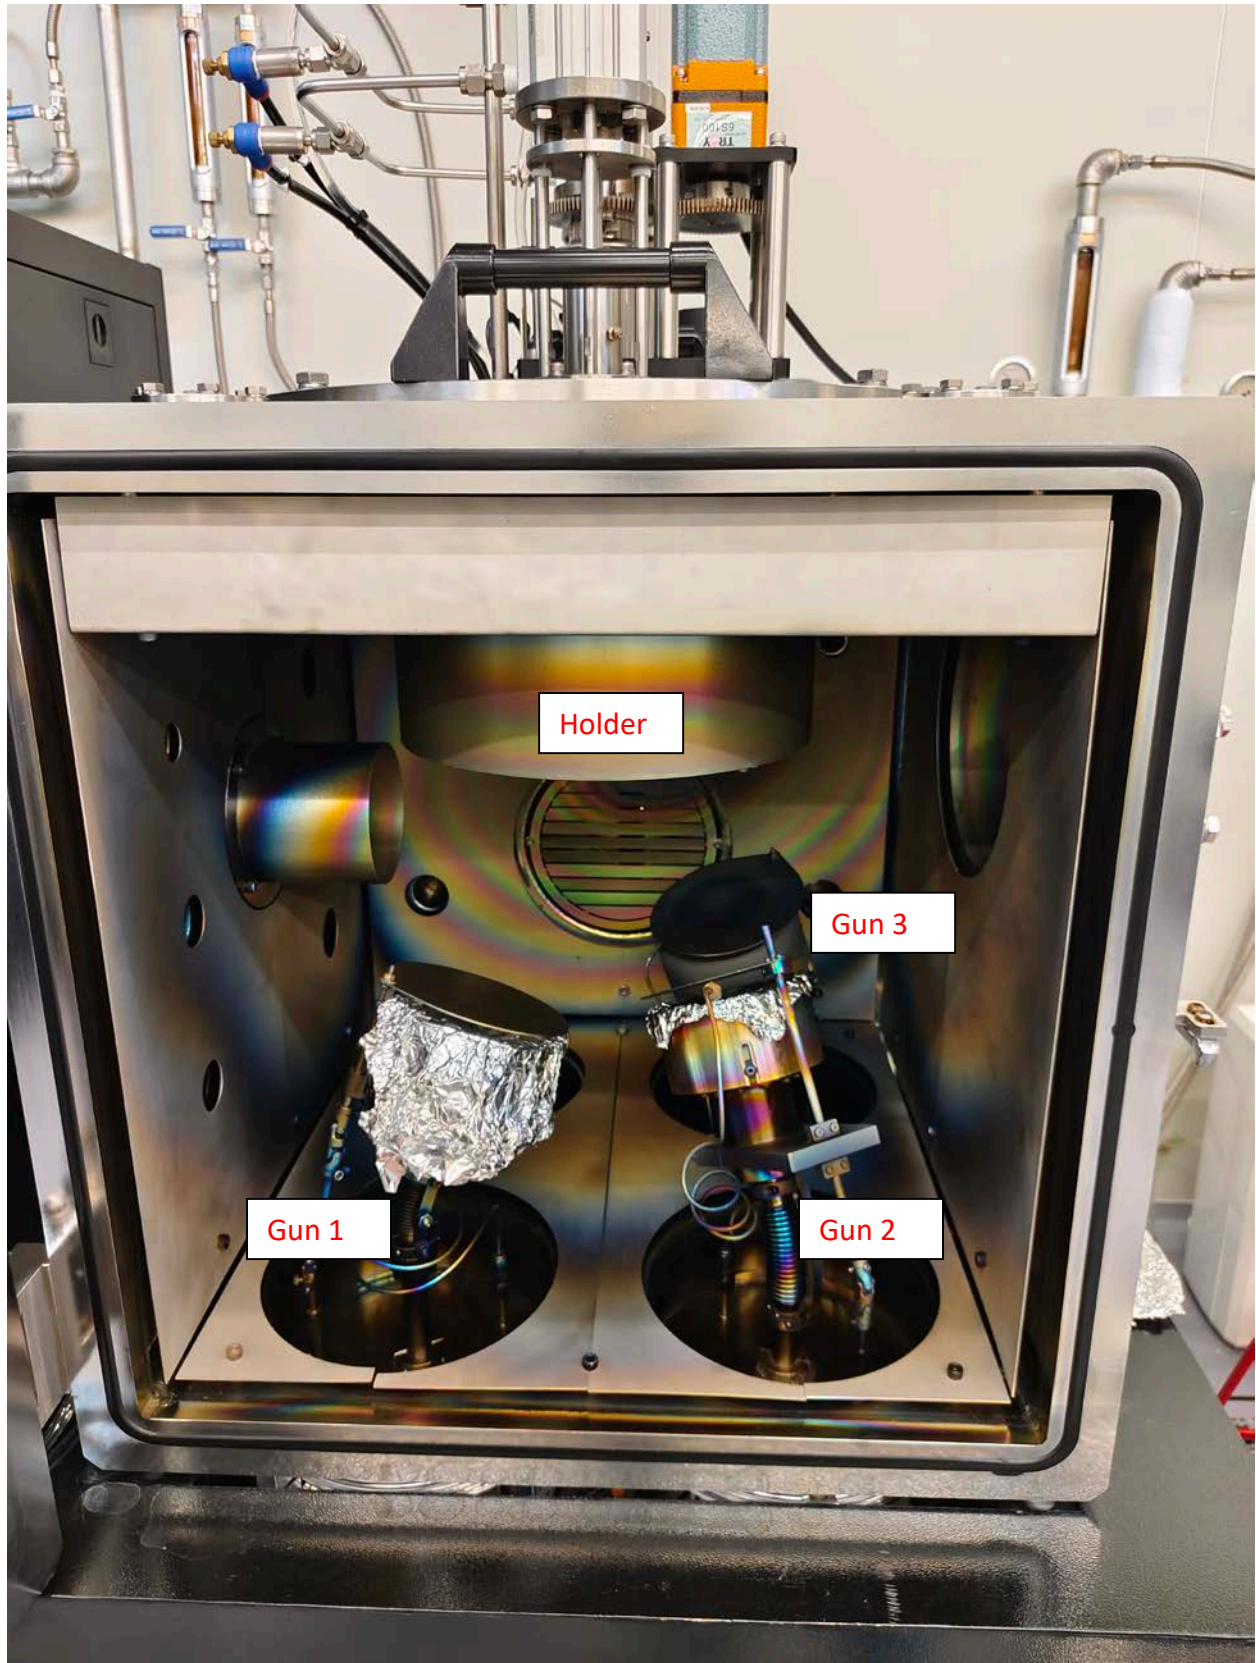

Figure 3 腔體內部示意圖
- 未使用的濺鍍源，請以鋁箔紙包覆，避免在濺鍍過程中被材料汙染。(如 Figure 3)